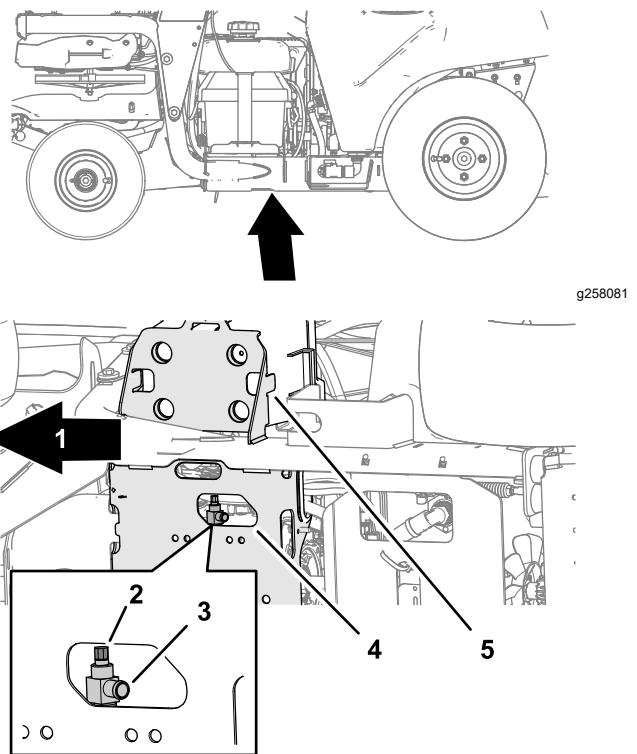

Figure 66
3. Placez un bac de vidange de 1,5 L (1,6 pte américaine) de capacité ou plus sous le robinet de vidange au bas de la plaque de protection et vers l'intérieur par rapport au support de batterie (Figure 66).
| 4. Ouvrez le robinet de vidange en tournant la tige à tête hexagonale du robinet dans le sens antihoraire à l'aide d'une clé (Figure 66). |                         |
5. Fermez le robinet de vidange en le tournant dans le sens horaire jusqu'à ce qu'il soit parfaitement en ajusté (Figure 66).